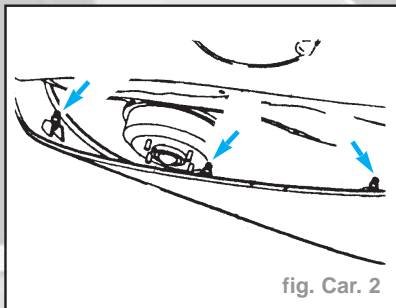

fig. Car. 2
- Détacher les clips sur la section de passage de roue de l'ensemble pare-chocs arrière (fig. Car. 2).